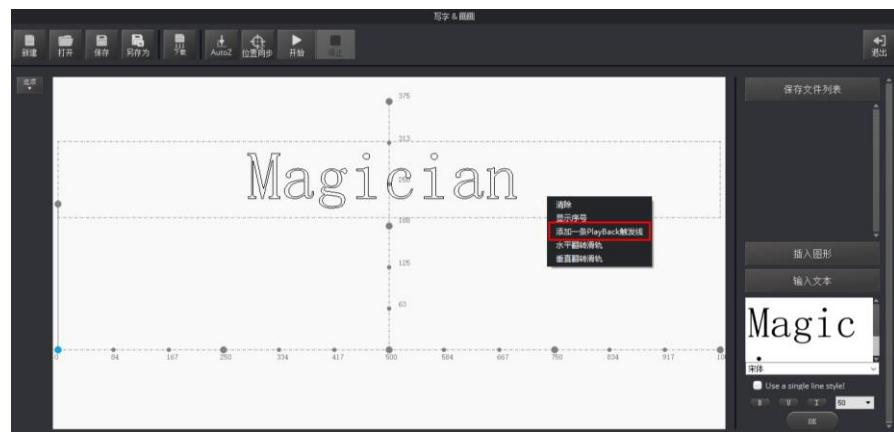

图 5.194 设置触发点
**步骤6** (可选) 在“写字&画画”页面单击鼠标右键，选择“增加一条Playback触发线”，设置触发点，如图 5.194所示。